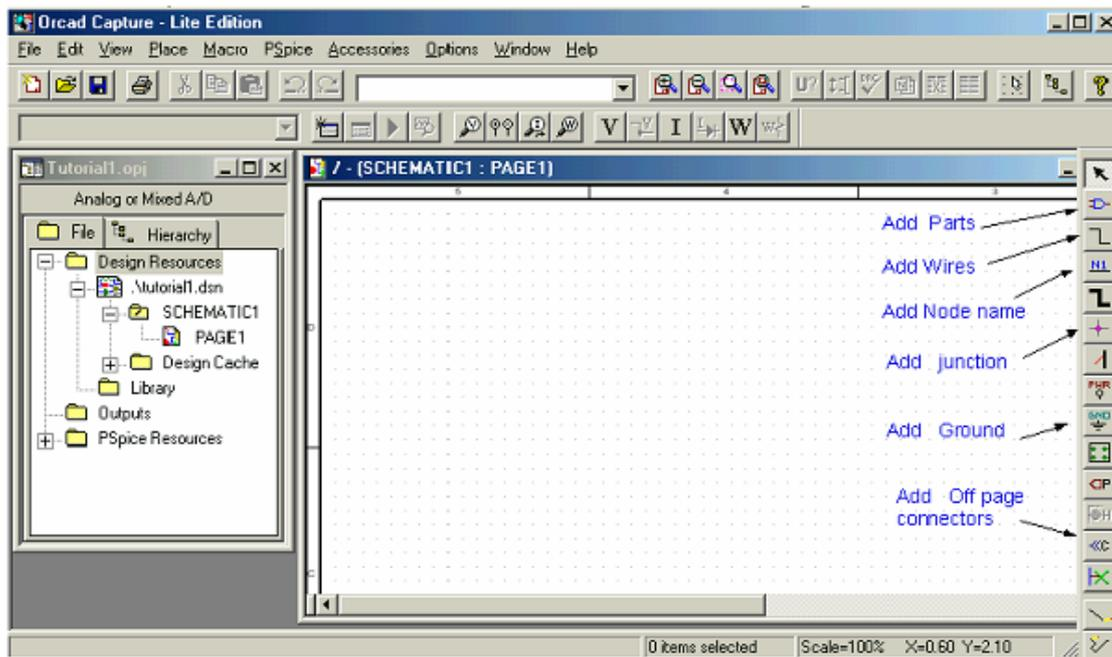

图 3: OrCAD Capture 界面
5. 在放置好所有的元件后，你需要点击 GND 图标放置 Ground 地端子（在右边的工具栏中，见图 3）。当放置地窗口打开时，选择 GND/CAPSYM 并且**给它命名为 0**。不要忘记改变其名字为 0，否则 PSpice 将给出一个错误或“Floating Node”。原因是 SPICE 需要一个地端子作为参考节点，其名字或节点号必须是 0。